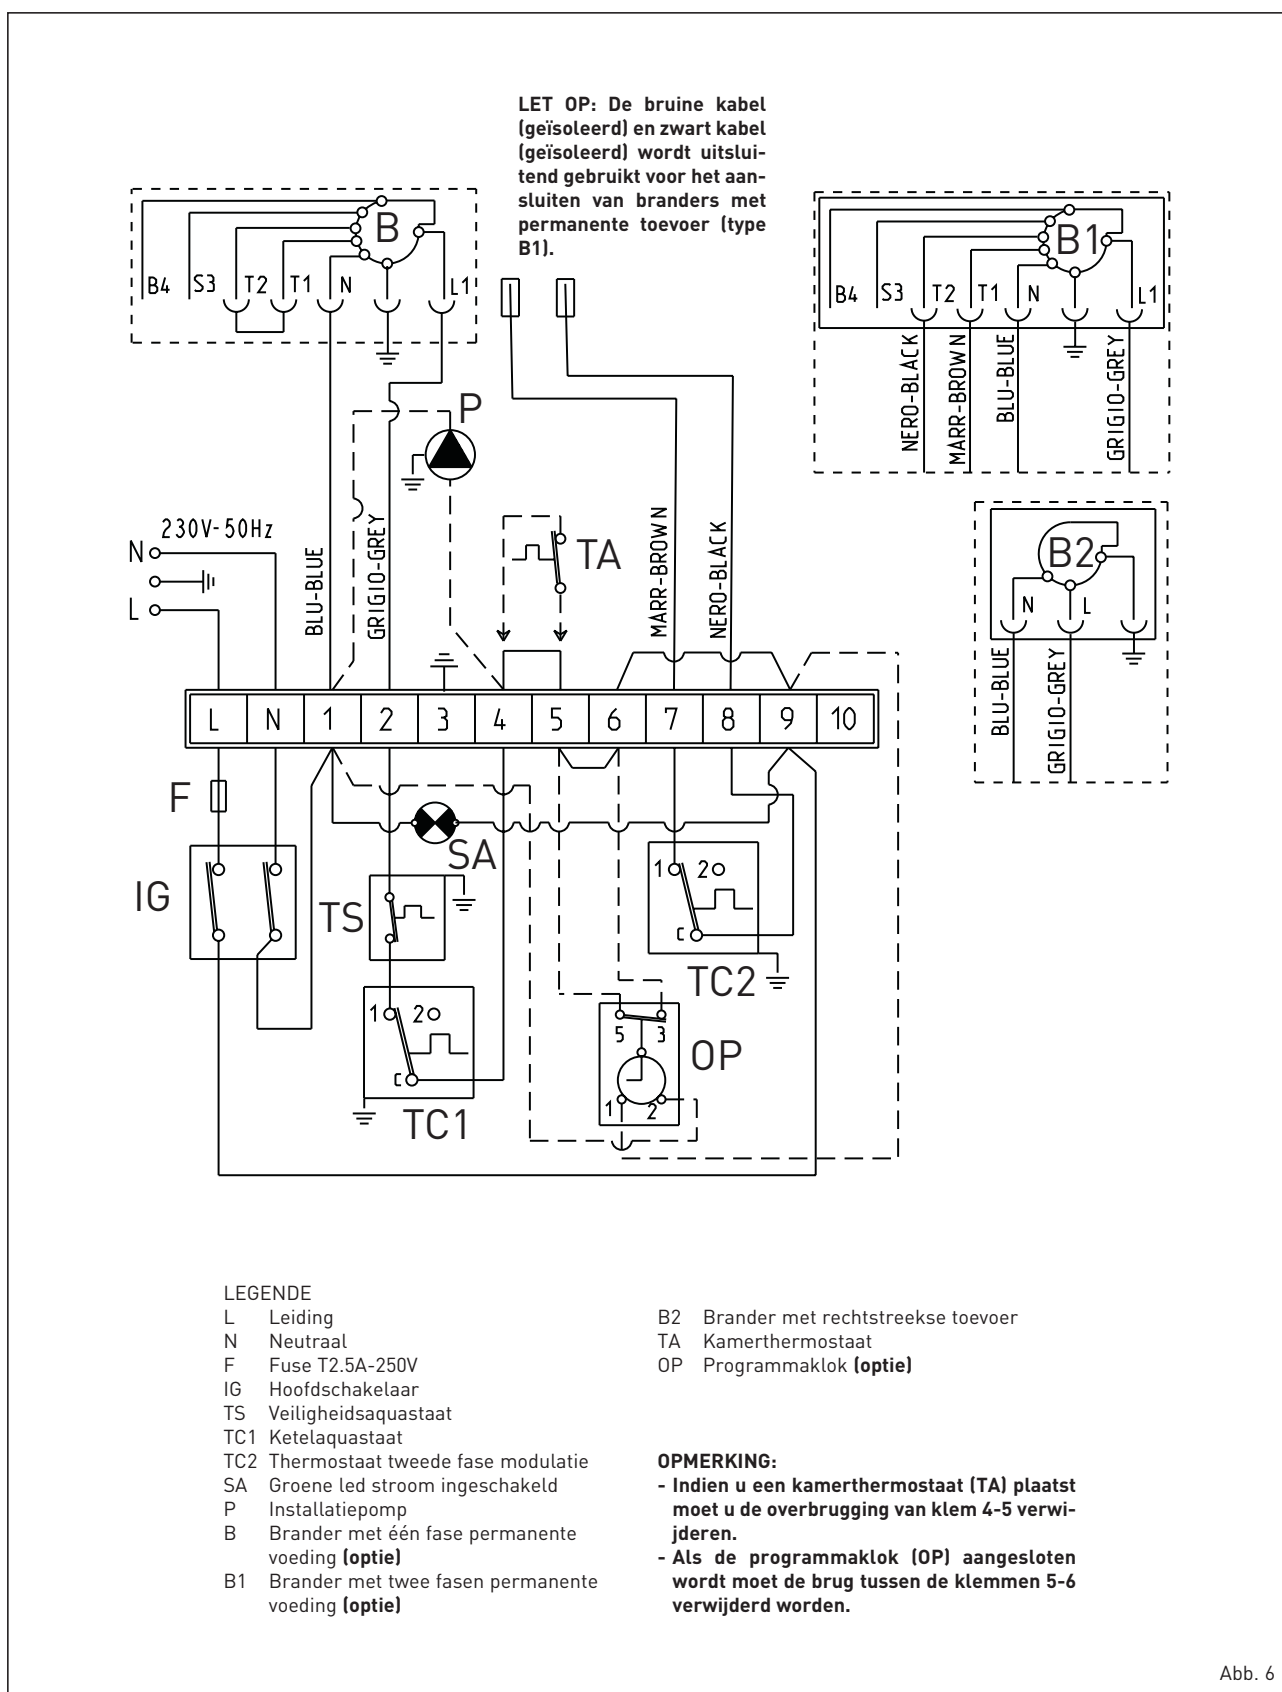

Abb. 6
2.5 ELEKTRISCHE AANSLUITING (Abb. 6)
ratuurregeling, dient te worden aangesloten zoals aangeduid op de schema's (Abb. 6) en nadat de oorspronkelijke brug is verwijderd.